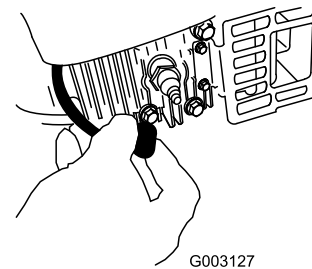

Figura 31
2. Staccate il cappello dalla candela (Figura 31) prima di eseguire interventi di manutenzione.